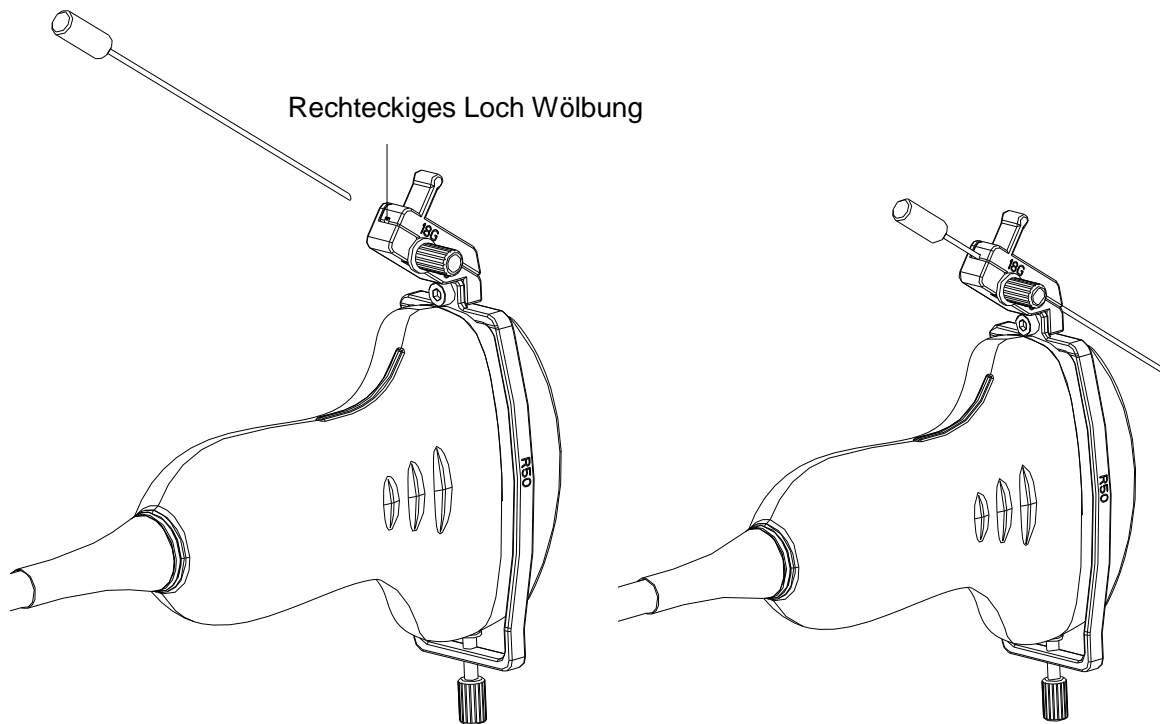

Abbildung 6-33 Einführen der Nadel in das rechteckige Loch
Schritt 4: Führen Sie die Nadel gemäß Abbildung 6-33 in das rechteckige Loch ein.